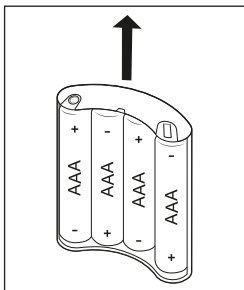

Fig. 3
- Sæt batteriholderen **15** ind i batterirummet **14** igen. Sørg for, at batteriholderens **15** kontakter vender fremad i batterirummet **14** (se fig. 3 og 4).